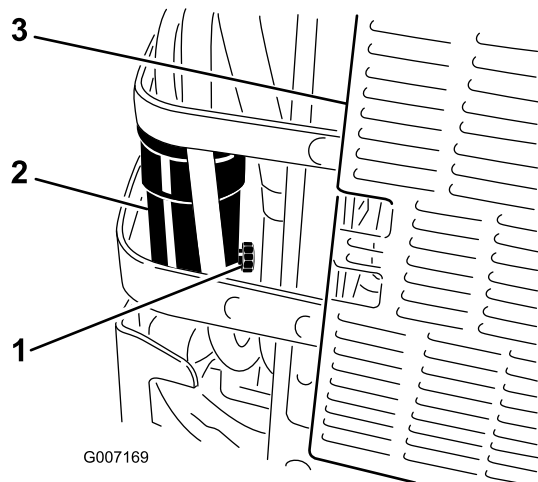

Figura 51
6. Abra la válvula de drenaje del separador de agua aproximadamente una vuelta para que se vacíen el agua y otros contaminantes (Figura 51).
7. Cierre la válvula de drenaje cuando salga solamente diesel combustible (Figura 51).